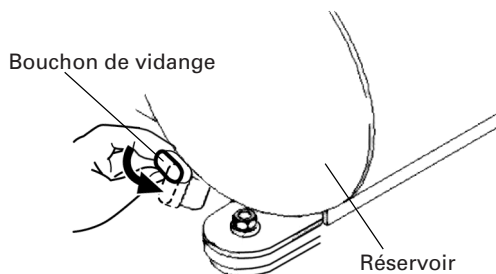

Fig. 7
- (2) Débrancher la fiche de la source d'alimentation.
- (3) Ouvrir le bouchon de vidange qui se trouve sous la partie inférieure du réservoir (Fig. 7).
Vidanger le réservoir tous les jours ou toutes les 4 heures d'utilisation. Ouvrir le bouchon de vidange et incliner le compresseur pour vider l'eau qui s'est accumulée (Voir Fig. 7).